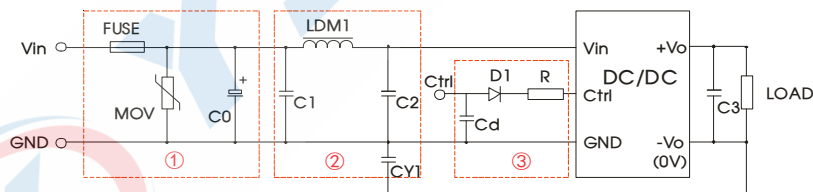

图 3
- ①图 3 中第①部分用于 EMS 测试；第②部分用于 EMI 滤波，可依据需求选择；
②VC 为 Ctrl 端相对于输入地 GND 的电压，VD 为 D1 的正向导通压降，IC 为流入 Ctrl 端的电流，一般取 5-10mA，Ctrl 端外围电路如图 3-③；
③若图中元器件无附其参数说明，则此型号外围中不需要这个元器件。